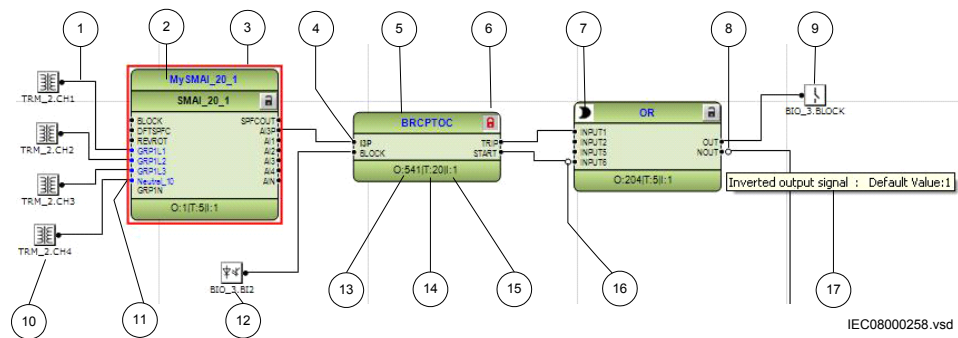

Figure 31: ACT : présentation générale des blocs fonctionnels
- Les blocs fonctionnels sont les principaux éléments d'une configuration d'application. Ils sont conçus pour un grand nombre de fonctions et organisés en groupes types. Les différents types de blocs fonctionnels sont indiqués dans Object Types View. La figure 31 représente une vue d'ensemble des principales parties pertinentes pour les blocs fonctionnels.